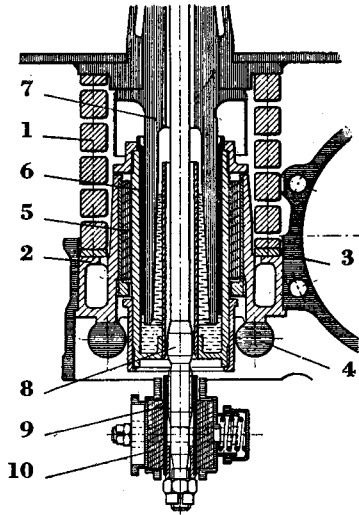

Fig. 2.
Boggirammene er helsveiset med lukkede bjelketverrsnitt og boggiene er innbyrdes ombyttbare. Anleggsflater for motorer, akselkasser m. v. er maskinert med henblikk på fullstendig ombyttbarhet av alle demonterbare deler. Motorene er lagret i boggirammen og blir herved fullstendig avfjæret. Boggirammene er opplagret på hjulsatsenes akselkasser over spiralfjærer med 4-kant tverrsnitt, 2 stk. pr. akselkasse, se fig. 2. Hver akselkasse føres av 2 stk. sylindriske akselkasse-førings-tapper (7) som er festet i de langsgående boggibjelker. Akselkasse-føringstappene glir i bronseforinger (6) som over «silentblocks» (5) er festet til fjærsetene (2). Akselkassføringene arbeider i støvtett oljebad. For demping av spiralfjærenes svingninger er det i forbindelse med en gjennom akselkasse-føringstappene gående bolt (8) (også festet i langsgående boggibjelke) anbrakt en friksjonsdemper hvor dempningskraften kan reguleres ved fjærtrykk. Friksjonsdemperen er festet til fjærsetet (2).